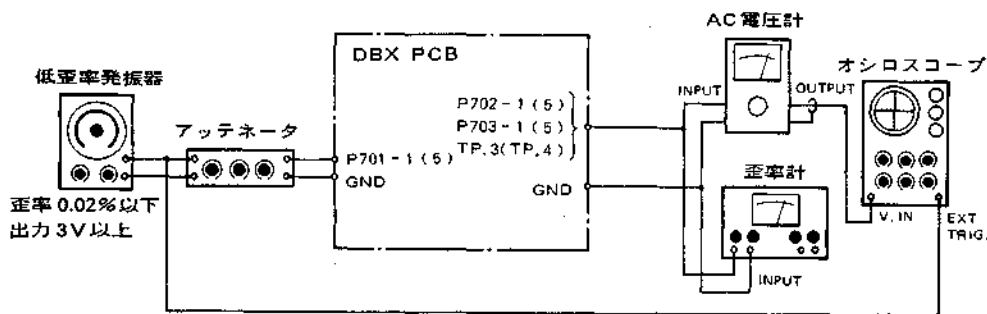
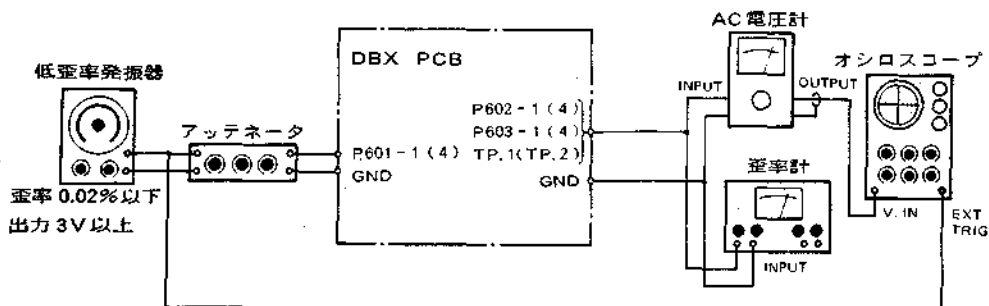
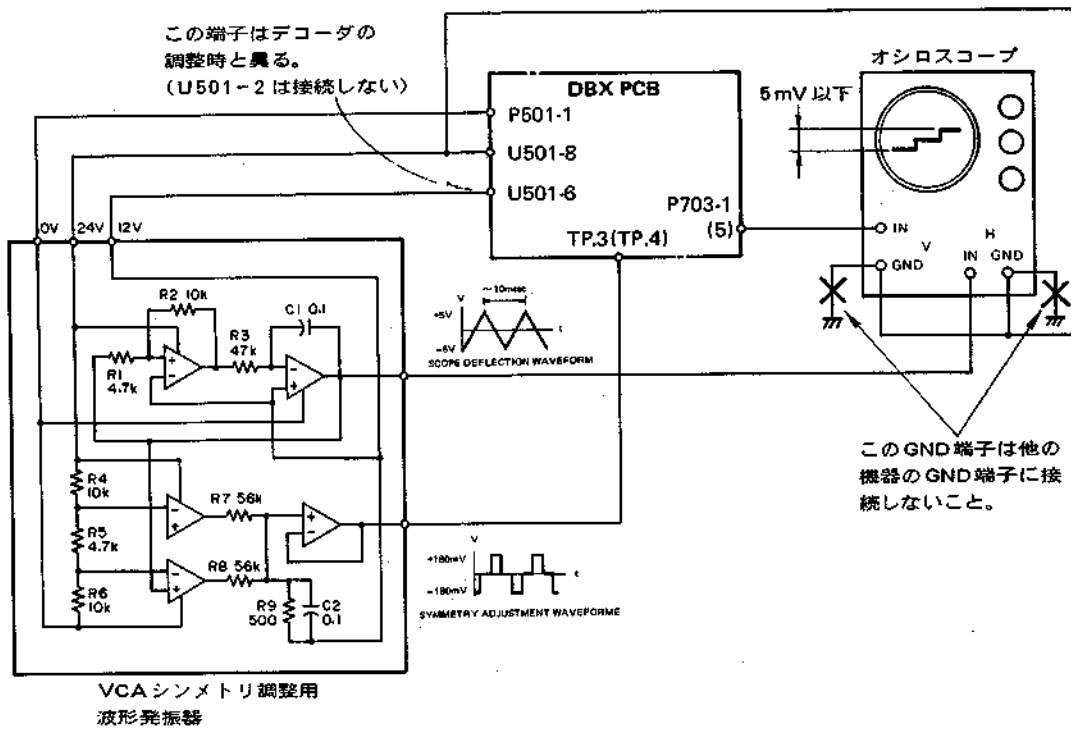
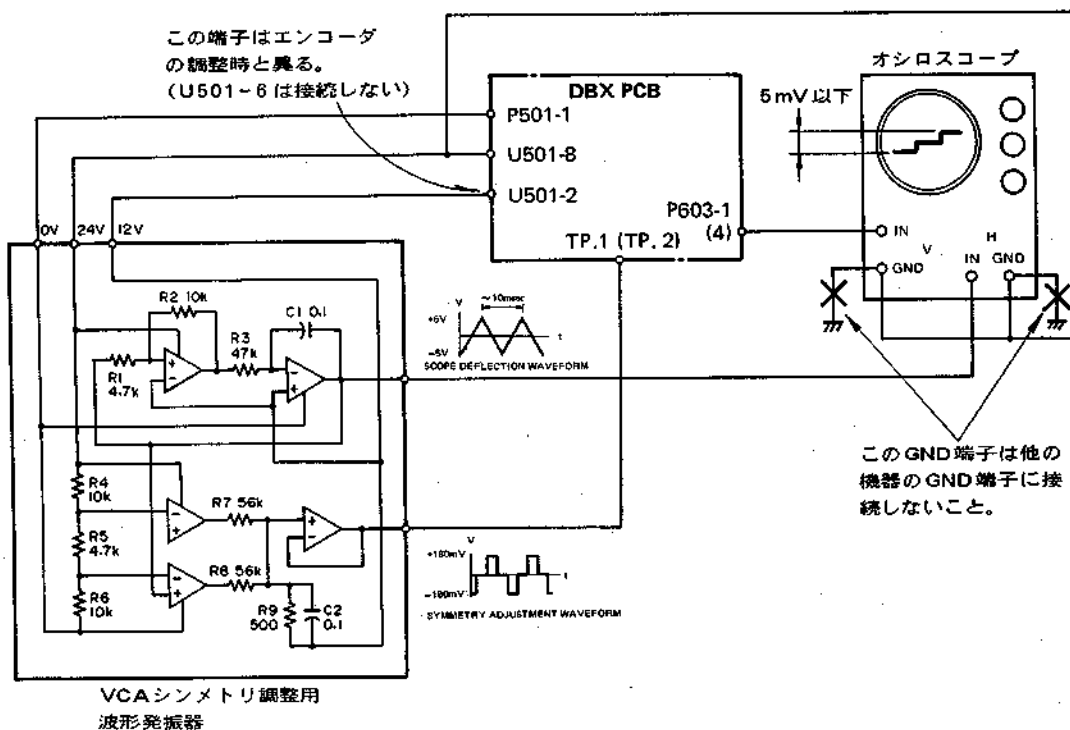

図21 エンコーダ調整時の接続
図22 デコーダ調整時の接続
図23 VCAシンメトリ調整の接続(エンコーダ)
図24 VCAシンメトリ調整の接続(デコーダ)
- P 701 ~ P 703 の線材を外し、図21のように測定器を接続する。(各コネクタのピン1はLch, ピン5はRch)
- P 701 - 1 (5) に 100 Hz の入力を加え、P 702 - 1 (5) の出力が 300 mV になるよう入力レベルを調整する。
- P 701 - 1 (5) に 1 kHz の入力を加え、P 702 - 1 (5) の出力が 300 mV になるよう入力レベルを調整する。
- 次に P 703 - 1 (5) の出力レベルが 300 mV になるよう R 737 (R 738) を調整する。
- 測定器を図23のように接続する。
- 測定器の接続を図21に戻す。
- 入力信号を 100 Hz, 10 kHz としたとき、R 703 - 1 (5) の出力がそれぞれ 212 mV ~ 238 mV, 165 mV ~ 185 mV であることを確認する。
- 5 項の状態から入力信号を 1 kHz / 300 μV にしたとき P 703 - 1 (5) の出力が 8.95 mV ~ 10.1 mV であることを確認する。(1 kHz バンド・パス・フィルタを使用して測定すること)
- 5 項の状態から入力信号を 1 kHz / 3 V にしたとき、P 703 - 1 (5) の出力が 895 mV ~ 1.01 V であることを確認する。
- P 601 ~ P 603 の線材を外し、図22のように測定器を接続する。(各コネクタのピン1はLch, ピン4はRch) 図23
- P 601 - 1 (4) に 100 Hz の入力を加え、P 602 - 1 (4) の出力が 300 mV になるよう入力レベルを調整する。
- P 601 - 1 (4) に 1 kHz の入力を加え、P 602 - 1 (4) の出力が 300 mV になるよう入力レベルを調整する。
- 次に P 603 - 1 (4) の出力レベルが 300 mV になるよう R 637 (R 638) を調整する。
- 測定器を図24のように接続する。
- 測定器の接続を図22に戻す。
- 入力信号を 100 Hz, 10 kHz としたとき、P 603 - 1 (4) の出力がそれぞれ 475 mV ~ 599 mV, 789 mV ~ 993 mV であることを確認する。
- 5 項の状態から入力信号を 1 kHz / 9.48 mV にしたとき P 603 - 1 (4) の出力レベルが 267 μV ~ 336 μV であることを確認する。(1 kHz バンド・パス・フィルタを使用して測定すること)
- 5 項の状態から入力信号を 1 kHz / 948 mV にしたとき P 603 - 1 (4) の出力レベルが 2.67 V ~ 3.37 V であることを確認する。